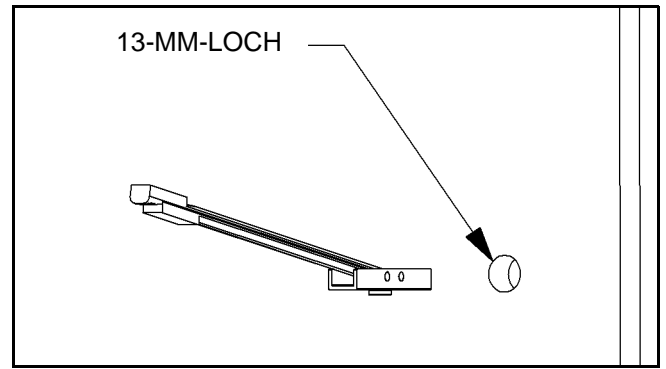

Abbildung 9.
2. Die Lautsprecher-Wandhalterung (20) als Vorlage verwenden und die Lage der zwei Befestigungsbohrungen anzeichnen.
3. An der gewünschten Stelle ein Loch mit 13 mm Durchmesser bohren und sicherstellen, dass die Wand mindestens 13 mm stark ist. Falls die Wand über Metallträger verfügt, sollte der Anker durch die Gipskartonplatte und den Metallträger eingebaut werden (siehe Abbildung 9).